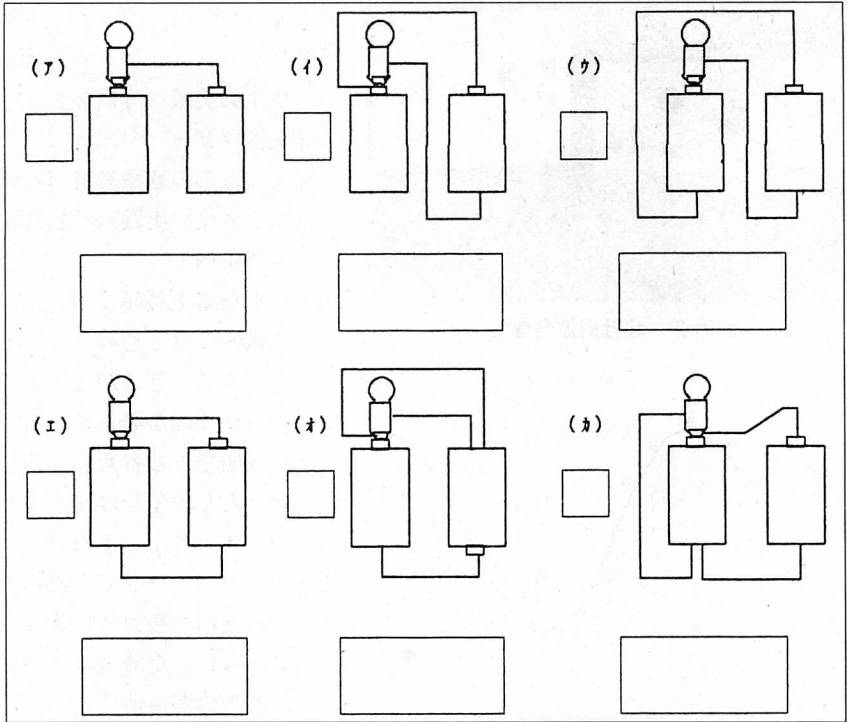

図 1
電気領域の導入に図1に示すようなものを用いて実習を行なっている。この実習は、6つの回路について、豆球の点灯の有無を考えさせるものである。この実践は十数年前の大会で発表されたものである。はじめは、電池と豆球を組み合わせていくつもの回路を考えさせる中から、電気回路について正しい知識を習得させようとねらったものであった。そこで私も同じように行なつたが、時間がかかりすぎてしまう難点があつた。問題のある回路についてのみ提示する中で、一つ一つ実習を通して考えさせるようにしたのである。
- ①回路が繋がっていない……………図1の(ア)
- ②点灯する(電源は電池1個のみ)……………図1の(イ)
- ③点灯する(電源は電池2個直列接続)……………図1の(ウ)
- ④点灯しない(電位差がない)……………図1の(エ)
- ⑤点灯しない(短絡がある)……………図1の(オ)
- ⑥点灯する(電源は電池2個並列接続)……………図1の(カ)